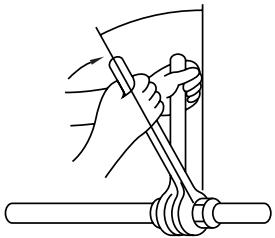

Fig. 5-10
- Απλώστε ένα λεπτό στρώμα ψυκτικού λιπαντικού στην επιφάνεια έδρασης του αγωγού. (Fig. 5-10)